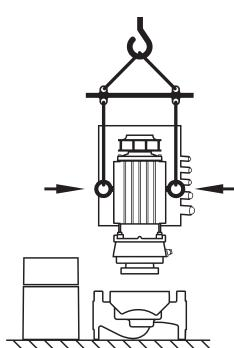

Fig. 9: Transportul motorului
- În cazul în care acest lucru este necesar, de exemplu în cazul lucrărilor de reparații, ocheții de transport se vor muta de pe flanșa motorului pe carcasa motorului (a se vedea de exemplu Fig. 9). Înainte de instalarea ochețiilor de transport pe carcasa motorului deșurubați distanțierele din deschizăturile pentru ocheții de transport (Fig. 7, poz. 20b) (a se vedea capitolul 10.2.1 „Schimbarea etanșării mecanice” la pagina 49).
- Dacă ocheții de transport sunt sau au fost mutați de pe flanșa motorului și au fost montați pe carcasa motorului, aceștia sunt acceptați numai pentru purtarea sau transportul ansamblului motor cu rotor hidraulic (Fig. 9), însă nu și pentru transportul întregii pompei sau pentru extragerea ansamblului motor cu rotor hidraulic din carcasa pompei.